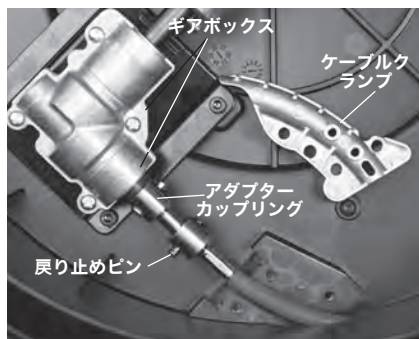

図15 - 排水管清掃機ハウジング(カバーを外した状態)
3. ハウジングを開きます(図15)。
4. ケーブルクランプの留め具、ケーブルクランプを取り外します(図15/16)。